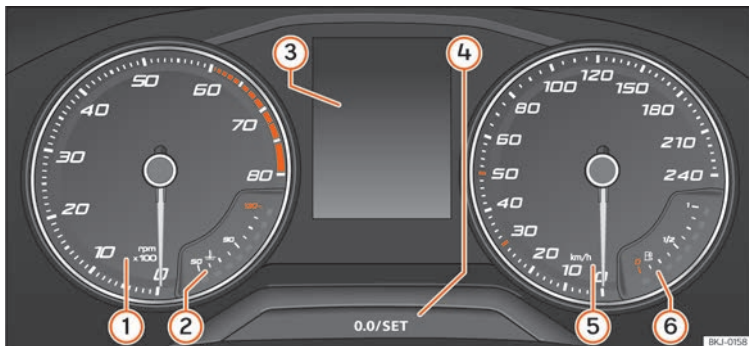

Abb. 69 Display des Kombi-Instruments in der Instrumententafel.
»» **Abb. 69:**
- Drücken Sie kurz die Taste **0.0/SET** **4** **» Abb. 69 4**, um den Tageskilometerzähler auf 0 zurück zu setzen.